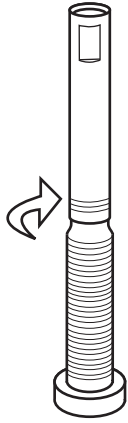

Figura 49. Enrosque el prolongador de válvula interno en el vástago.
3. Enrosque el prolongador de válvula interno en el vástago de la válvula girándolo hacia la derecha (Figura 49).